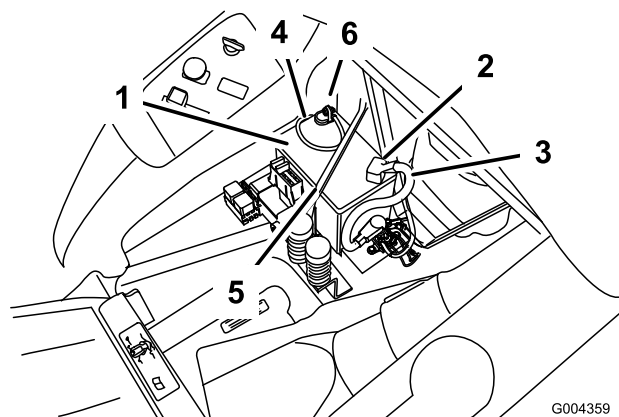

Figure 43
4. Débranchez le câble négatif (noir) de mise à la masse de la borne de la batterie (Figure 43).
5. Repoussez le capuchon en caoutchouc sur le câble positif (rouge). Débranchez le câble positif (rouge) de la borne de la batterie (Figure 43).
6. Enlevez la sangle de maintien de la batterie (Figure 43) et ôtez la batterie de son support.
1. Placez la batterie sur son support, les bornes à l'opposé du panneau de commande (Figure 43).
4. Fixez les câbles à l'aide de 2 boulons (1/4 x 3/4 pouce), 2 rondelles (1/4 pouce) et 2 écrous (1/4 pouce) (Figure 43).
6. Fixez la batterie en place à l'aide de la sangle de maintien (Figure 43).